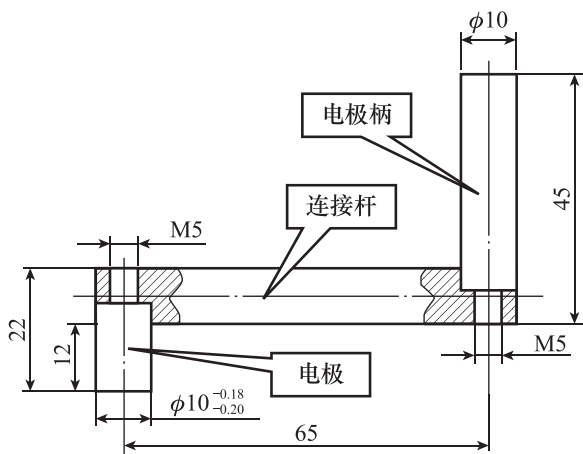

图 2-31 工具电极装配图
(1) 电极的制造
① 电极材料的选择：本任务加工零件的电极用紫铜来制造。
② 电极的制造：电极形状如图 2-31 所示，它由电极柄、连接杆和电极三个部分组成，通过螺纹连接组装到一起，具体尺寸如图所示。电极的加工方法分为以下几步：